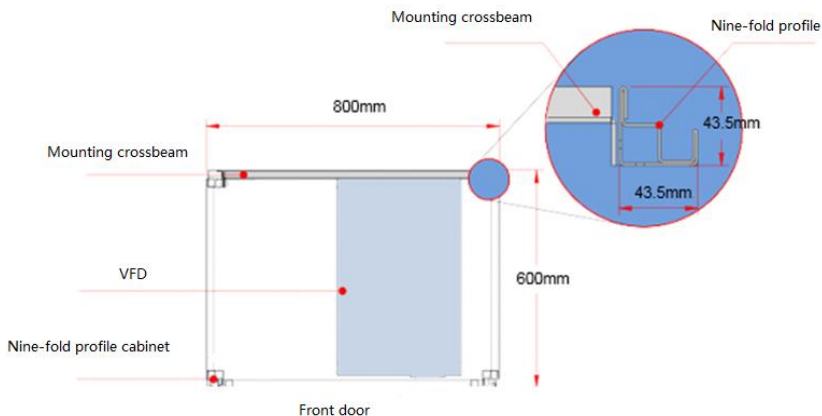

Рис. 4-9 Вид шкафа сверху для моделей GD270 280–500 кВт 45
| 1 | Установите перекладину для крепления ПЧ в шкаф с девятикратным профилем (см. рис. 4-9). 45                                                                                                                                                                    |
- (1) Рекомендуется использовать шкаф с девятикратным профилем (PS cabinet). На рис. 4-9 показан увеличенный вид поперечного сечения девятикратного профиля. 45